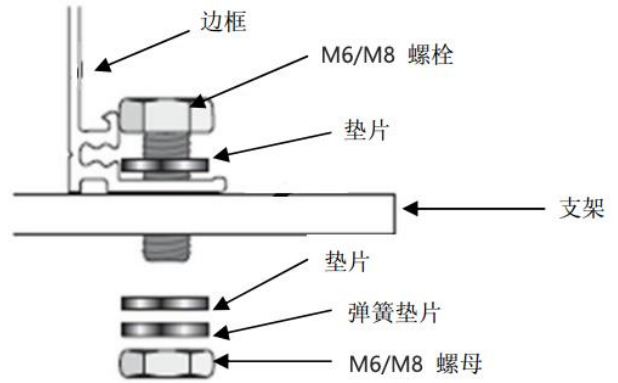

图 2 螺栓安装过程示意图
**！注意：**表 2 中安装图示红色实箭头表示螺栓位置。螺栓安装步骤如下所述（见图 2）。
- ① 将光伏组件置于底下的支撑柱之上。
- ② 在安装孔（9x14mm）中插入 4 个不锈钢螺栓（M8）。400mm 间距安装孔大小为 7x10mm，需使用 4 个 M6 型不锈钢螺栓。
- ③ 确保每个螺栓使用两个不锈钢垫圈，支架上一边一个，垫圈的最小厚度为 1.5mm 且外径为 16~18mm，其中 210 组件所用垫圈外径为 18~20mm；并且拧在一个不锈钢弹簧垫圈或齿形锁紧垫圈之上。最后，用不锈钢螺母锁紧。平垫片的公差要求均按照 GB /T 3103.3 - 2020 中 A 级标准。
- ④ M6 螺栓收紧扭矩建议为 9~12N•m，M8 螺栓收紧扭矩建议为 17~23N•m。由于螺栓材质可能存在差异，具体扭矩值以螺栓供应商确认信息为准。
- ⑤ 选用 30mm 高度边框组件时，建议选择长度 ≤20mm 的紧固件。